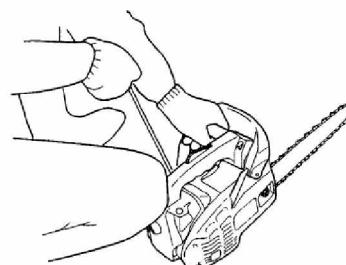

Рис. 8.
4. Надежно удерживая бензопилу на поверхности земли, резко потяните за рукоятку тросика ручного стартера. См. Рис. 8.